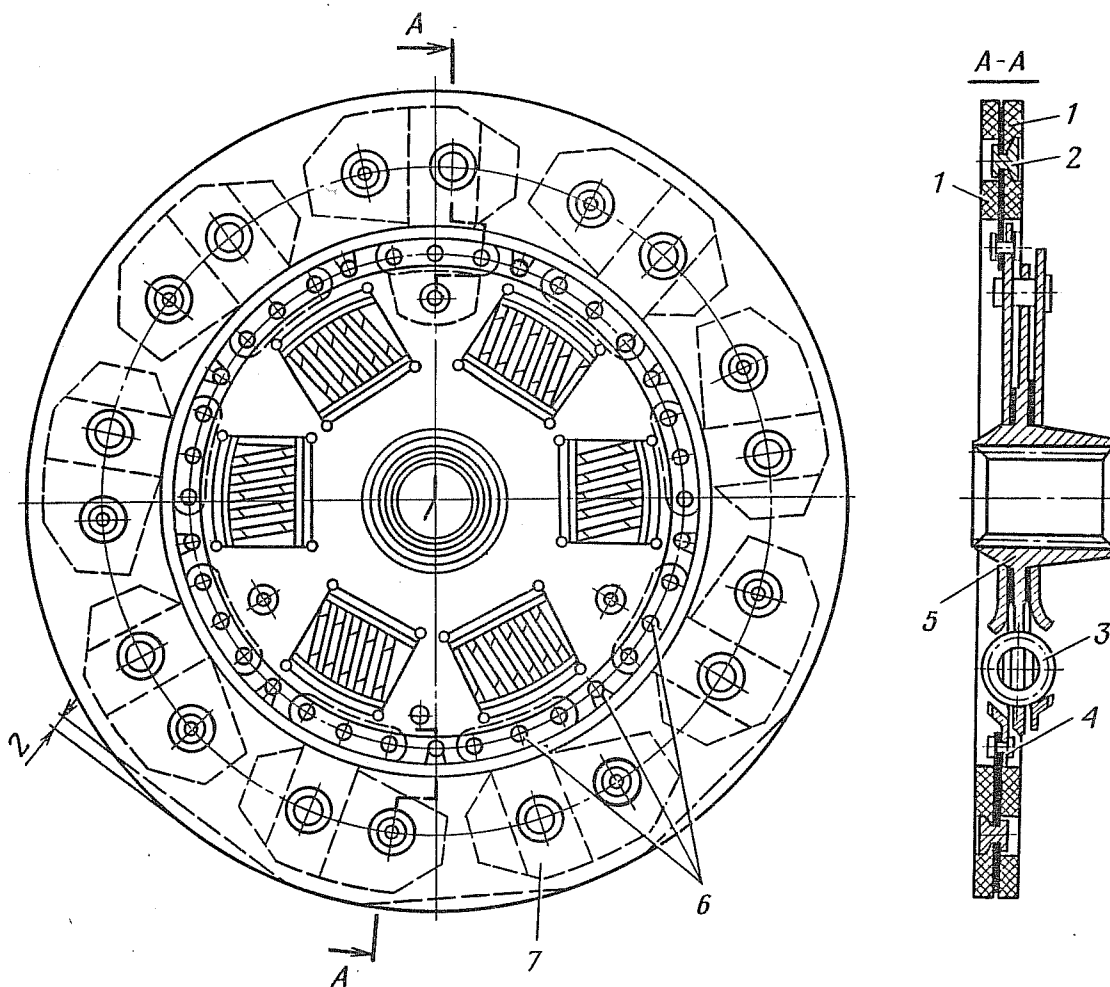
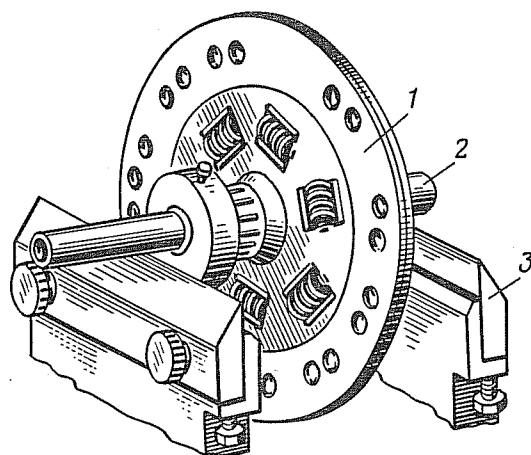

Рис. 54. Ведомый диск в сборе:
Рис. 55. Статическая балансировка ведомого диска сцепления:
2. Осторожно, не задев пружинные пластины 7 (рис. 54) ведомого диска, высверлить сверлом Ø 4,2 мм заклепки 2 и снять дефектные фрикционные накладки 1 (сверлильный станок или дрель, сверло Ø 4,2 мм).
9. Проверить статический дисбаланс ведомого диска сцепления, для чего надеть ведомый диск в сборе на шлицевую оправку и установить ее на ножи (рис. 55) или на точные цилиндрические опоры (цилиндрические опоры располагают перпендикулярно шлицевой оправке строго параллельно одна другой). Повышенный дисбаланс устраняется установкой с легкой стороны в отверстия ведомого диска балансировочных грузиков 6 (рис. 54), концы которых расклепываются. В случае большого дисбаланса допускается снятие материала с торцов фрикционных накладок 1 глубиной до 2 мм (шлицевая оправка, ножи или цилиндрические опоры для проверки дисбаланса ведомого диска, молоток 500 г).